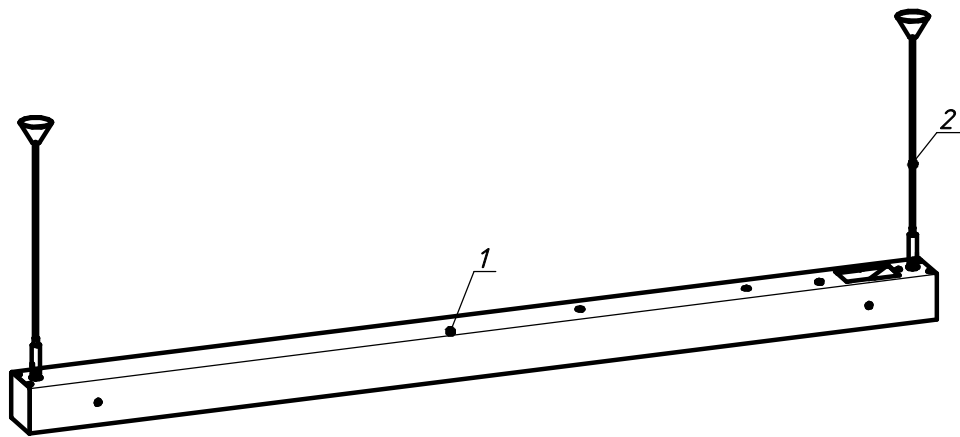

Рисунок 2 - Схема подвеса светильников
5.3 Установка светильника на тросовый подвес (см. рисунок 2):